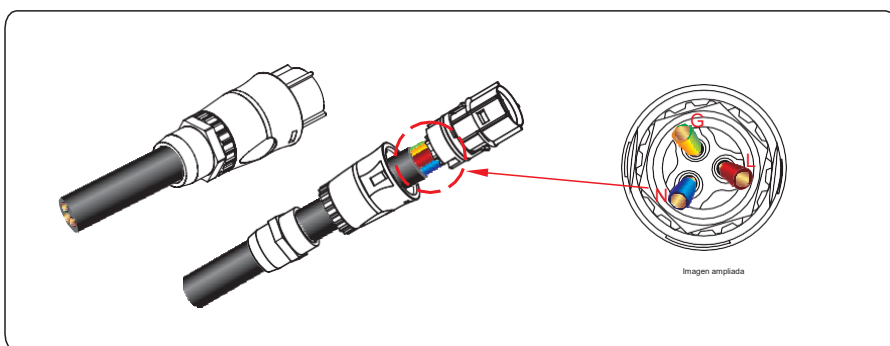

Figura 5.6 Conexión del conector
**Paso 2** Inserte los núcleos pelados de los cables a través de la tuerca del terminal de CA, la abrazadera intermedia, el terminal L del cable de línea y el terminal N del cable neutro en el terminal E del cable de tierra y enrosque el tornillo. El par de torsión necesario es 0,8 Nm. Tras fijar los cables, apriete la tuerca y la abrazadera intermedia, como se muestra en la figura 5.6.